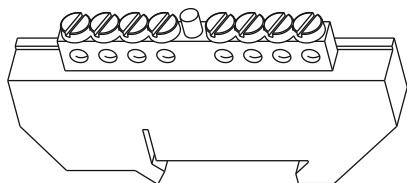

Рисунок 3
2.3 Установите и закрепите с помощью винта M4x20 и шайб Ø4 Шину PEN 8/1 на изоляторе (рисунок 3).